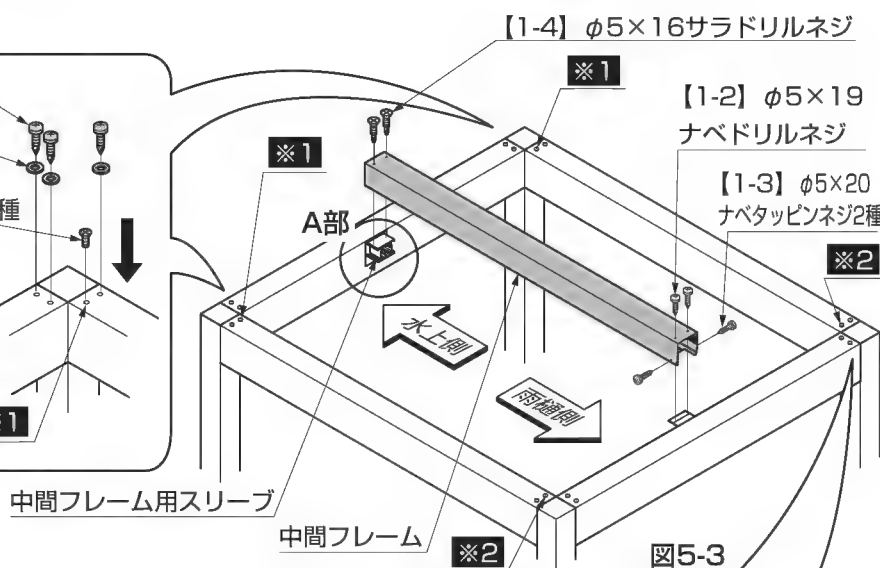

図5-3
①中間フレームを中間フレーム用スリーブ、中間フレーム取付金具に【1-2】、【1-3】、【1-4】で取付けてください。(図5-3参照)